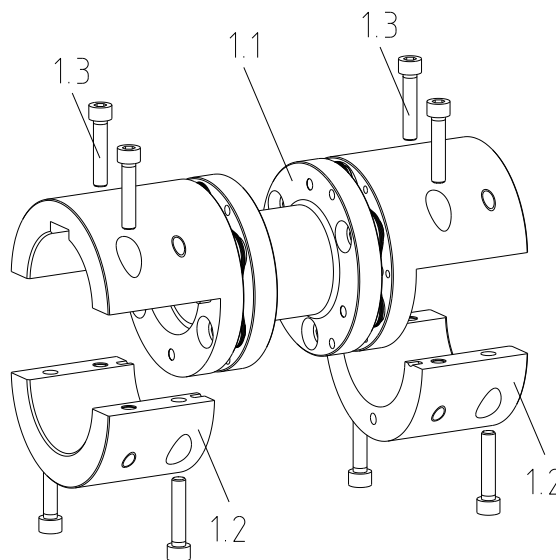
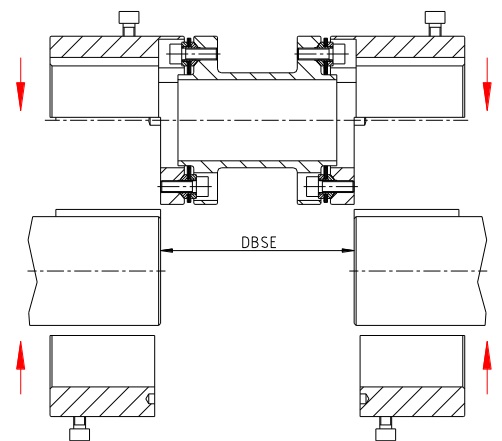

Bild 2: RIGIFLEX®-N Bauart A-H
Bild 3: Montage der Kupplung
- Richten Sie die Wellen der An- und Abtriebsseite aus, bis das DBSE-Maß erreicht ist (siehe Tabelle 1). Die Passfedernuten der Wellenenden fluchtend anordnen (siehe Bild 3).
- Setzen Sie den Kupplungsgrundkörper (Bauteil 1.1) auf die Wellen der An- und Abtriebsseite auf (siehe Bild 3).
- Die Teile zunächst nur handfest verschrauben, wobei die Klemmschrauben wechselseitig zu montieren sind (siehe Bild 2 und Bild 3).